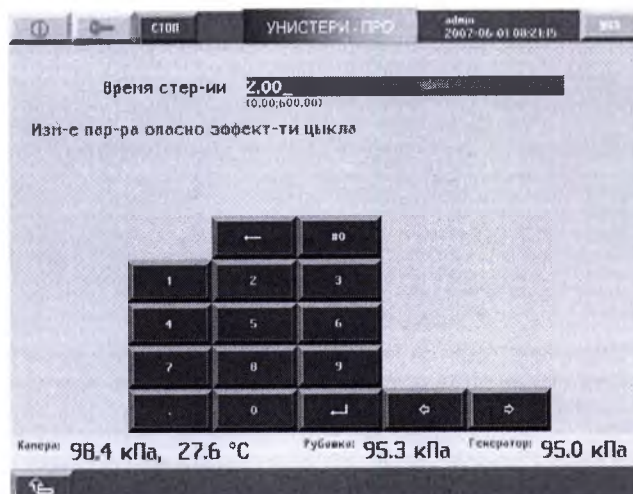

Рисунок 33 Ввод значение выбранного параметра
- С помощью кнопок-стрелок выберите нужный параметр рисунок 33;